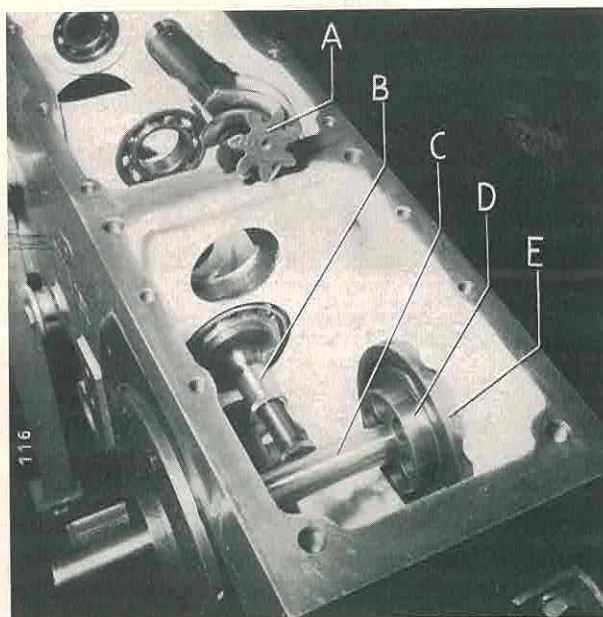

Abb. 11
Meßvorrichtung für Einstellung Tellerradsatz (siehe Abb. 11) besteht aus:
c) Das auf dem **Ritzel der Hauptwelle** (A/11) eingezätzte Maß (Beispiel 123,5 mm) wird mit der Meßvorrichtung Abb. 11 kontrolliert. Toleranz von $\pm 0,1$ mm ist zulässig. Größere Abweichungen werden mit der Ausgleichscheibe (T/13) beseitigt. Lieferbar von 1,4–2,2 mm mit Abstufungen von 0,2 mm.
Vor dem Zusammenbau ist der Abstand von Innenring des Kegelrollenlagers bis zur Mitte Hinterachsbohrung zu messen (siehe Abb. 11).
Beim Zusammenbau der Hauptwelle (8/13) muß nach dem Anziehen der Nutmutter durch Schläge mit einem Aluhammer auf Zahnritzel und Wellenende jedes Verkanten der Teile beseitigt werden. Alle Teile (auch die Tellerfeder) müssen einwandfrei sitzen, damit die Vorspannung der Kegelrollenlager nicht verändert werden kann. Beim Drehen am Kegelritzel muß ein leichter Widerstand spürbar sein. **Das Ritzel darf nicht spielen.** Meßvorgang siehe Abschnitt 4.41 c und Abb. 11.